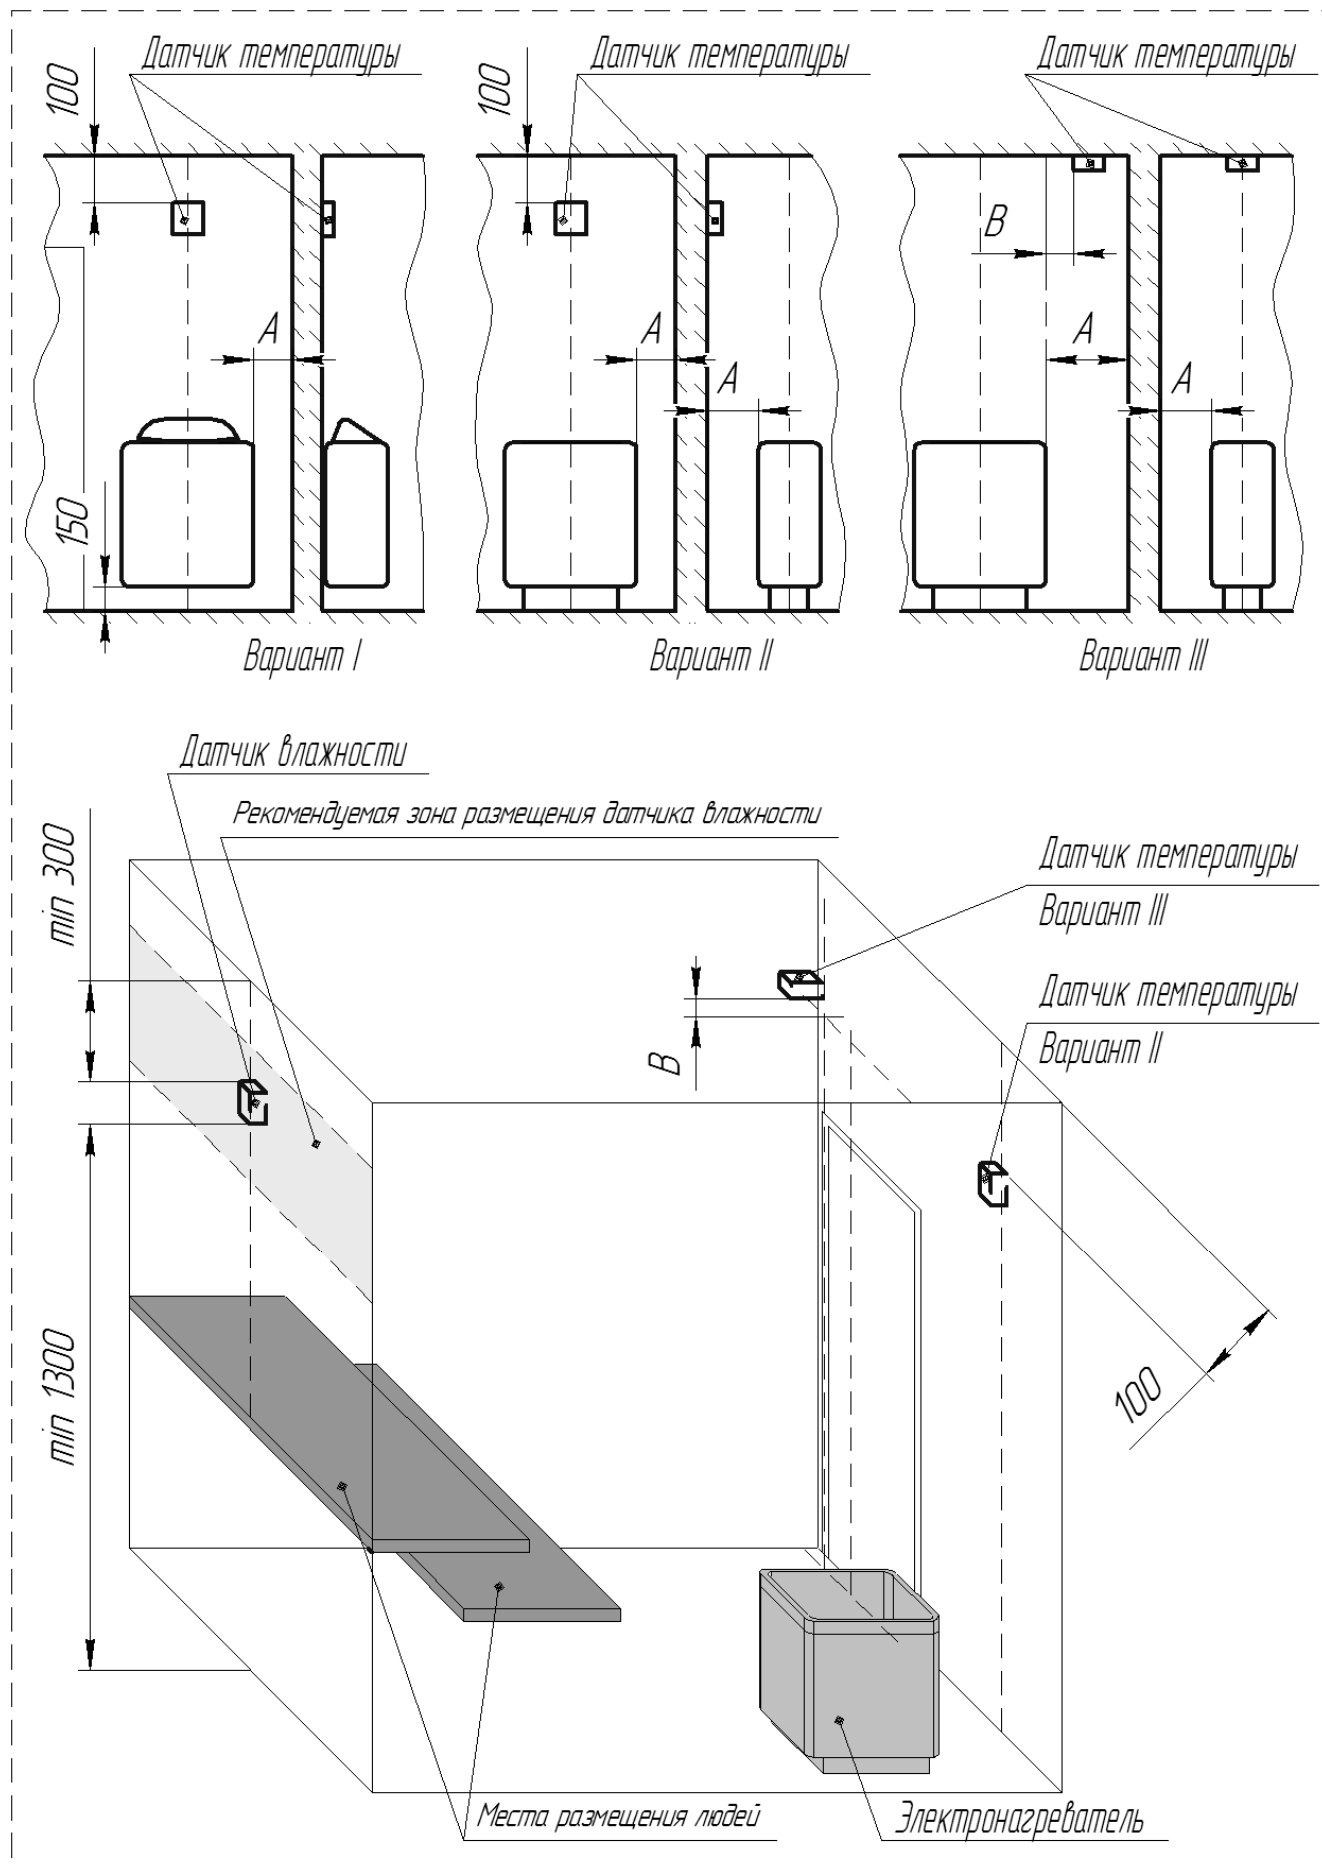

Рисунок 6. Общие рекомендации по размещению датчиков температуры и влажности в помещении сауны
– при размещении электронагревателя на стене – датчик температуры устанавливать на стене, вертикально над центром электронагревателя, на расстоянии 100 мм от потолка (рис. 6, вариант I);
- на стене, вертикально над серединой длинной стороны электронагревателя, на расстоянии 100 мм от потолка (рис. 6, вариант II);
- на потолке, над электронагревателем, на линии, параллельной продольной оси электронагревателя, на расстоянии от края электронагревателя (рис. 6, вариант III) В – от 100 до 200 мм.
Пример установки датчиков температуры и влажности в помещении сауны приведен на рис. 6.